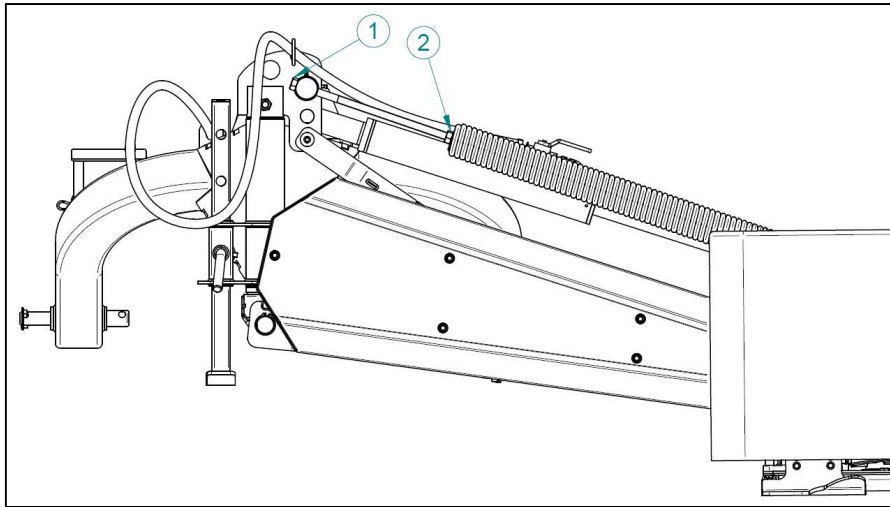

Рис.14 Регулировка натяжной пружины
Косилка имеет возможность регулировать давление на землю. Оно регулируется натяжением пружины (1) Рис.14 подвески. Прижим следует отрегулировать (1) и предохранить от отвинчивания контргайкой (2) индивидуально с учетом типа грунта, на котором работает косилка.